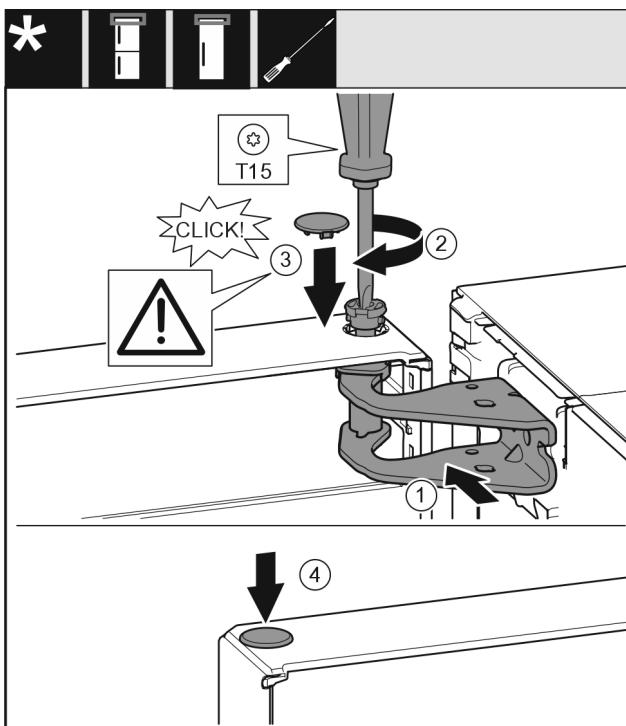

Fig. 23
- Rett ut døren øverst mot åpningen i lagerbukken. Fig. 23 (1)
- Sett inn bolten Fig. 23 (2) og skru fast med en skrutrekker.
- Monter sikkerhetsdekselet Fig. 23 (3) for å sikre døren: Sett inn sikkerhetsdekselet og kontroller at det hviler på døren. Hvis ikke, må boltene settes fullstendig inn.
- Sett inn pluggen Fig. 23 (4).